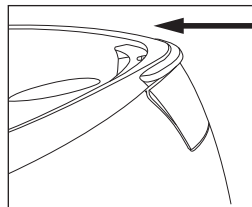

Рис. 2
- Vor der Lagerung der Dampfbügelstation die Wasserreste aus dem Reservoir (2) abfließen lassen und die Reinigung des Gehäuses der Dampfbügelstation (1) und Bügeleisens durchführen.
- Stellen Sie den Temperaturregler (9) auf «MIN».
- Stellen Sie das Bügeleisen auf das Gehäuse der Dampfstation (1) und drücken Sie auf die Halterung (4) (Abb. 2).